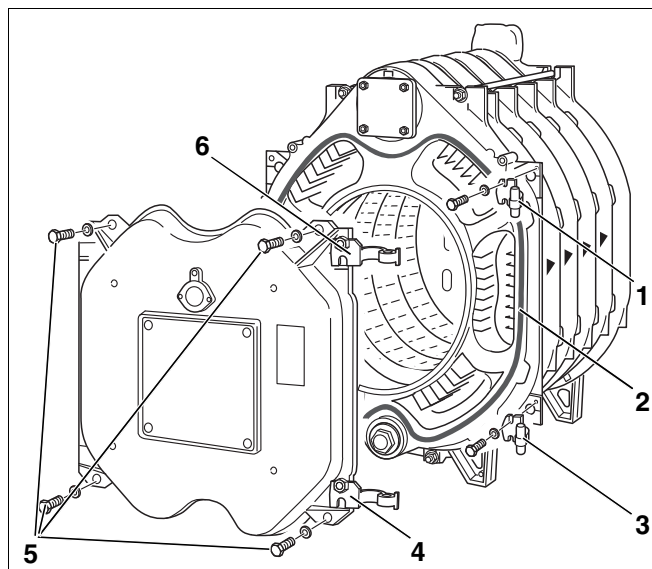

Рис. 26 Навеска дверцы горелки
На заводе обе шарнирные петли (рис. 26, поз. 4 и 6) устанавливаются справа на дверце горелки. Для открывания дверцы налево необходимо установить петли с левой стороны на дверце горелки.
- Закрепить шарнирные крюки (рис. 26, поз. 1 и 3) на передней секции двумя болтами М 12 х 50. На рис. 26 изображено правостороннее расположение дверцы. Для навески дверцы слева закрепить крюки соответствующим образом с левой стороны.
- Приклеить GP-шнур диаметром 18 мм к передней секции. При этом место стыка уплотнительного шнура должно быть сбоку (рис. 26, поз. 2).
- Закрывать дверцу горелки и прикрутить ее болтами (M16 x 140) (рис. 26, **поз. 5**). Затяжку болтов следует производить равномерно крест-накрест.